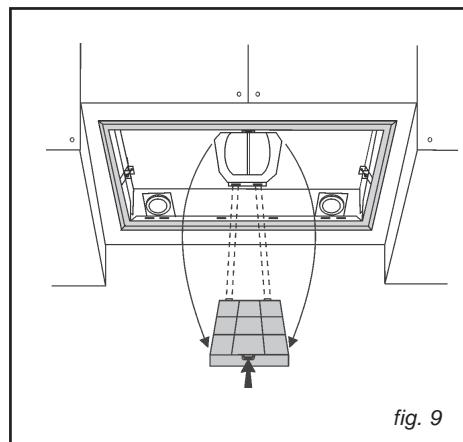

fig. 9
• Démontage du filtre à charbon (fig. 9)
Puis, enlevez le filtre à charbon, en appuyant sur l'arrêt vers l'intérieur et en le faisant pivoter jusqu'à ce que les deux languettes sortent de leurs logements (Fig. 9).